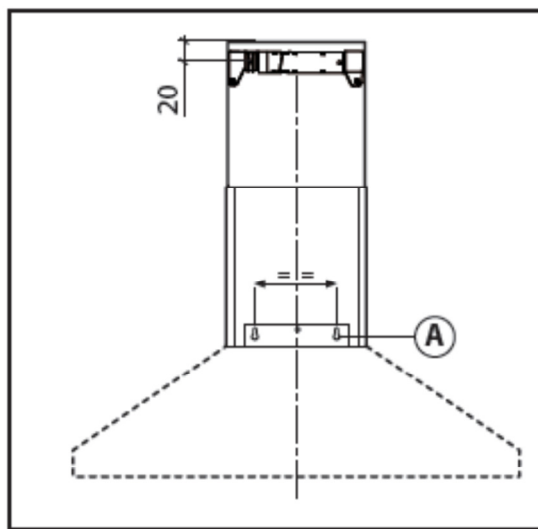
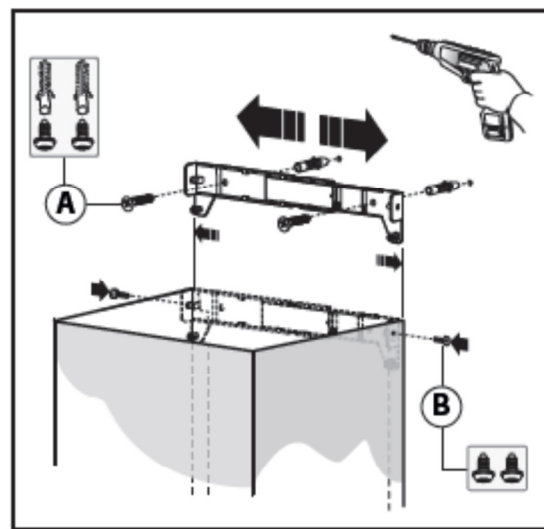

Fig.2
Fig.3
Efetuar os furos respeitando as cotas indicadas (Fig.2).
Se o aparelho se destinar a instalação em versão aspirante ou em versão com motor exterior, preparar o furo de evacuação de ar. Regular o comprimento do estribo de apoio da junção superior (Fig.3). Em seguida, fixá-la ao teto de modo a ficar em simetria com a campânula mediante os parafusos **A** (Fig.3) e respeitando a distância ao teto indicada na Fig.2. Ligar, mediante um tubo de união, a junção **C** ao furo de evacuação de ar (Fig.4).
**B** fornecidos (Fig.4), deslizar a junção superior até ao estribo e fixá-la mediante os parafusos **B** (Fig.3). Para transformar a campânula da versão aspirante para versão filtrante, solicite ao seu revendedor os filtros de carvão ativado e siga as instruções de montagem.